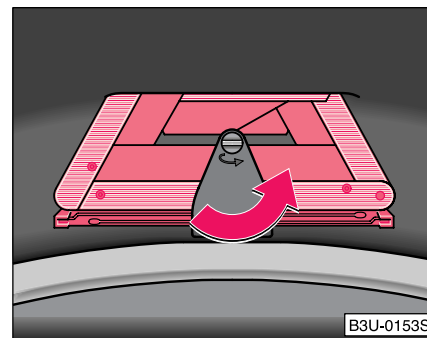

Fig. 169 Spațiul de depozitare a triunghiului de avertizare în capota portbagajului
- Pentru scoaterea triunghiului reflectorizant, rotiți încuietorea în sensul săgeții ⇒ Fig. 169 și rabatați suportul în jos. ■